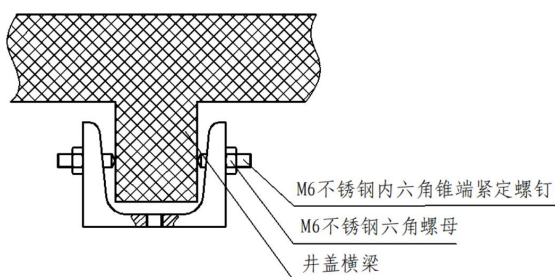

图 7 U 型槽钢安装示意图
3) 如图 7 示，将加工好螺纹孔的 U 型槽钢使用 M6 锥端紧定螺钉夹紧固定于井盖横梁上，待完全夹紧后，拧紧 M6 六角螺母将其锁紧。